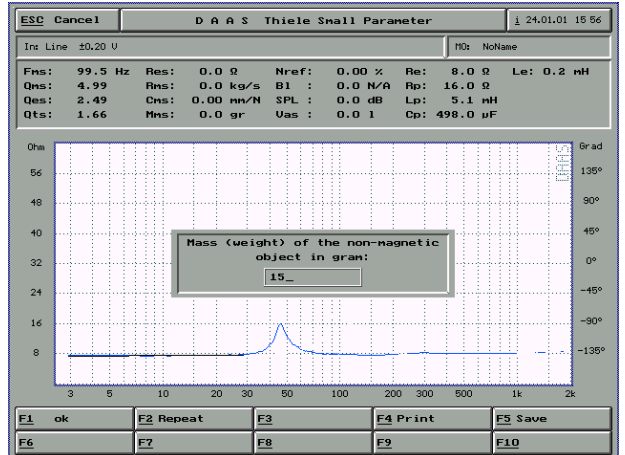
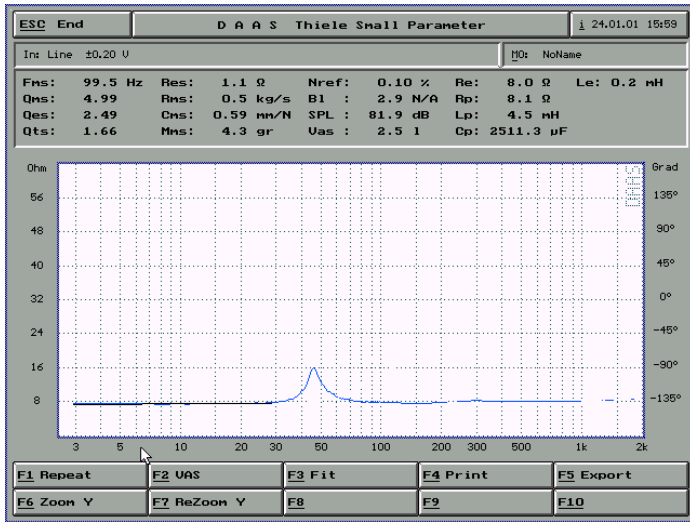

图 7-8
图 7-9
5) 在喇叭纸盆上增加负载, 点击F2 VAS -F1 0.2V-F1 ok 出现图6-7输入喇叭有效直径, 图7-8输入负载质量, 出现图7-9 负重TS参数